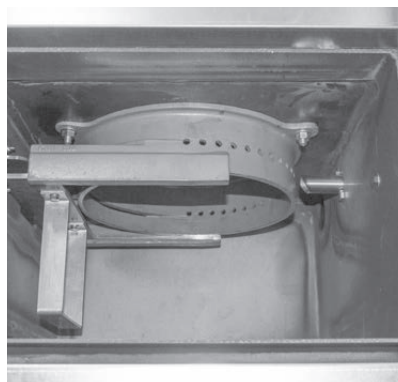

Fig. 69 Vergaserzone
- ▶ Ascheraum und Vergaserzone unten reinigen – Fig. 69.